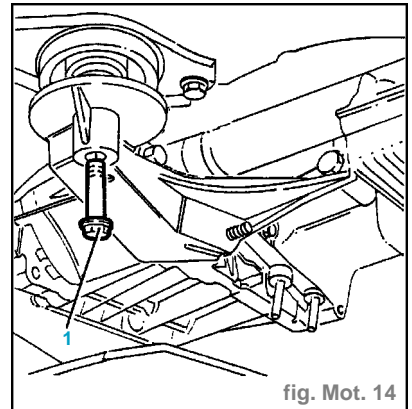

fig. Mot. 14
- Dévisser la vis du support rigide arrière du groupe du motopropulseur au tampon élastique (1) (fig. Mot. 14).
- Resserer à **7,5 - 9,2 daN.m** la vis de fixation du support rigide arrière du groupe du motopropulseur au tampon élastique (fig. Mot. 14).